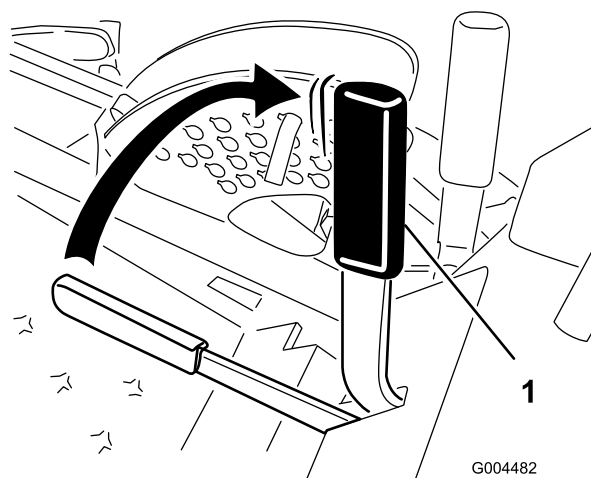

Figura 16
2. Alzate la leva del freno di stazionamento e tiratela indietro per innestare il freno (Figura 16). La leva del freno di stazionamento deve rimanere saldamente innestata.
Spingete in avanti ed abbassate la leva del freno di stazionamento per rilasciare il freno (Figura 16).